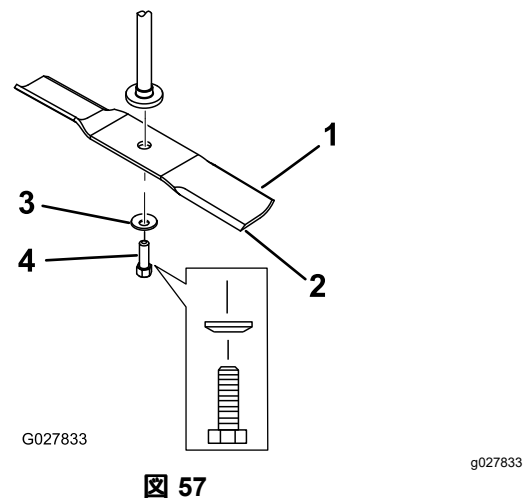

図 57
2. スピンドルのシャフトからブレードボルト、湾曲ワッシャ、ブレードを取り外す **図 57**。
1. スピンドルシャフトにブレードを取り付ける (**図 57**)。
- 湾曲ワッシャ、ブレードボルトを、スピンドルシャフトに取り付ける 図 57。